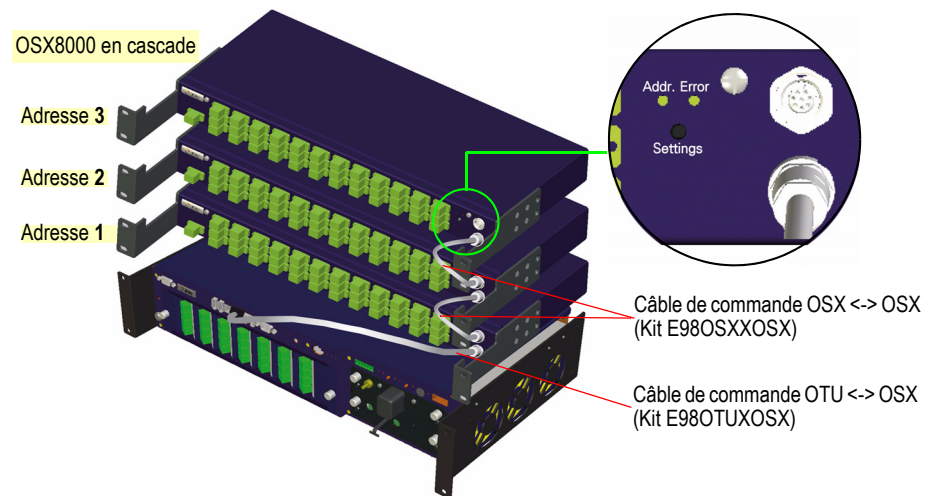

Fig. 64 Connexion OTU-8000 <-> OSX8000 <-> OSX8000
- 2 Connecter tous les autres OSX8000 (voir Figure 64 page 53).